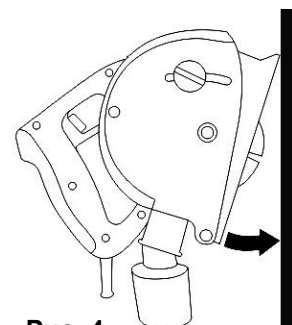

Рис. 4
- Установите глубину штробы, плотно прижмите к стене переднюю кромку ограничителя глубины (См. Рис.4).